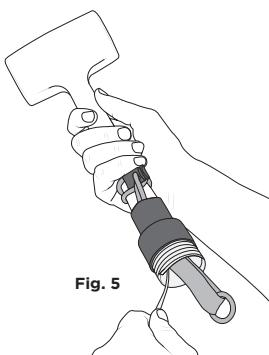

Fig. 5
- The rubber will begin to contract down over the tail and the tool [fig 5].
- La goma empezará a contraerse sobre el cable y la herramienta [fig. 5].